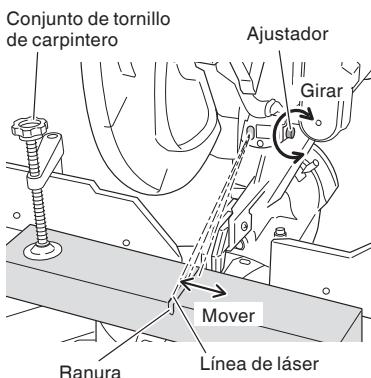

Fig. 19
(1) Encienda el marcador láser y efectúe una ranura de aproximadamente $3/16"$ (5 mm) de profundidad en una pieza de trabajo de unos $25/32"$ (20 mm) de alto y $5-29/32"$ (150 mm) de ancho. Sostenga la pieza de trabajo ranurada mediante el tornillo de carpintero tal como está, y no la mueva. Para el trabajo de ranurado, refiérase a "13. Procedimientos de corte de ranuras" en la página 118.
(2) Luego, gire el ajustador y desplace la línea de láser. (Si gira el ajustador en el sentido de las agujas del reloj, la línea de láser se desplazará hacia la derecha y si lo gira en sentido contrario a las agujas del reloj, se desplazará hacia la izquierda.) Cuando trabaja con la línea de tinta alineada con el lado derecho de la hoja de sierra, alinee la línea de láser con el extremo derecho de la ranura. (Fig. 19) Cuando la alinee con el lado derecho de la hoja de sierra, alinee la línea de láser con el lado derecho de la ranura.